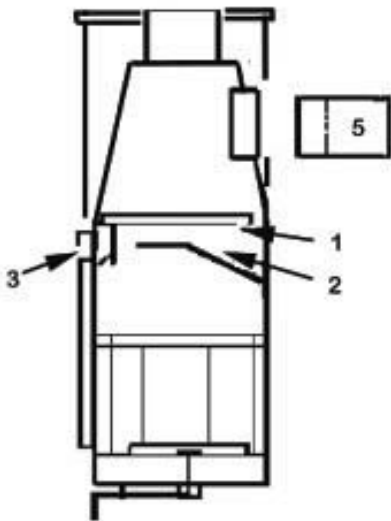

FIG 4 SIDE VIEW
Per il raccordo della stufa al camino, utilizzare il condotto 5 (o condotto incurvato) (fig 4). Il diametro del buco del camino deve essere 20 mm più grande del tubo di raccordo. Turare lo spazio tra il tubo di raccordo e l'apertura nel muro con lana di vetro. Quando effettuerete il turare, lasciate un piccolo margine perché il tubo muoverà col calore.
2.5.3. Raccordo con la parte posteriore , con moduli isolanti (fig. 4)
- l'aria primaria (va direttamente al ceppo che si consuma) passa attraverso la griglia regolabile (utilizzare la maniglia 4) (fig. 4, 5, 6). Aperto : combustione forte – Chiuso : combustione debole.
- quando la legna è molto calda, è necessario insufflare più aria in modo di ottimizzare la combustione. Può essere regolato tramite i regolatori 3 (fig. 4, 5).
- l'aria passa attraverso i regolatori 3 (fig. 4, 5) cioè che aiuta a bruciare il combustibile rimasto dopo il secondo abbruciamento.
Prima di cominciare, spegnere ogni apparecchio d'aria condizionata o ventilatori e staccare la rotaia di protezione del focolare. Aprire la piastra di regolazione del condotto. Levare le ceneri attivando la griglia del focolare come indicato sopra. Svuotare le ceneri dal cassetto. Prima di cominciare, pensare a togliere le lastre guida-fiamme 1 e 2 del focolare (fig. 4). Pulire il focolare almeno 2 volte all'anno (4 volte, se la stufa funziona in continuo). Utilizzare per esempio una spazzola a gramigna. Quindi rimontare i pezzi.